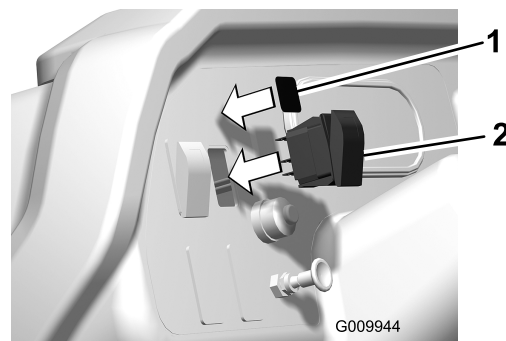

Figura 21
4. Localice el arnés de cables con conector de bucle de prueba debajo del salpicadero (Figura 21).